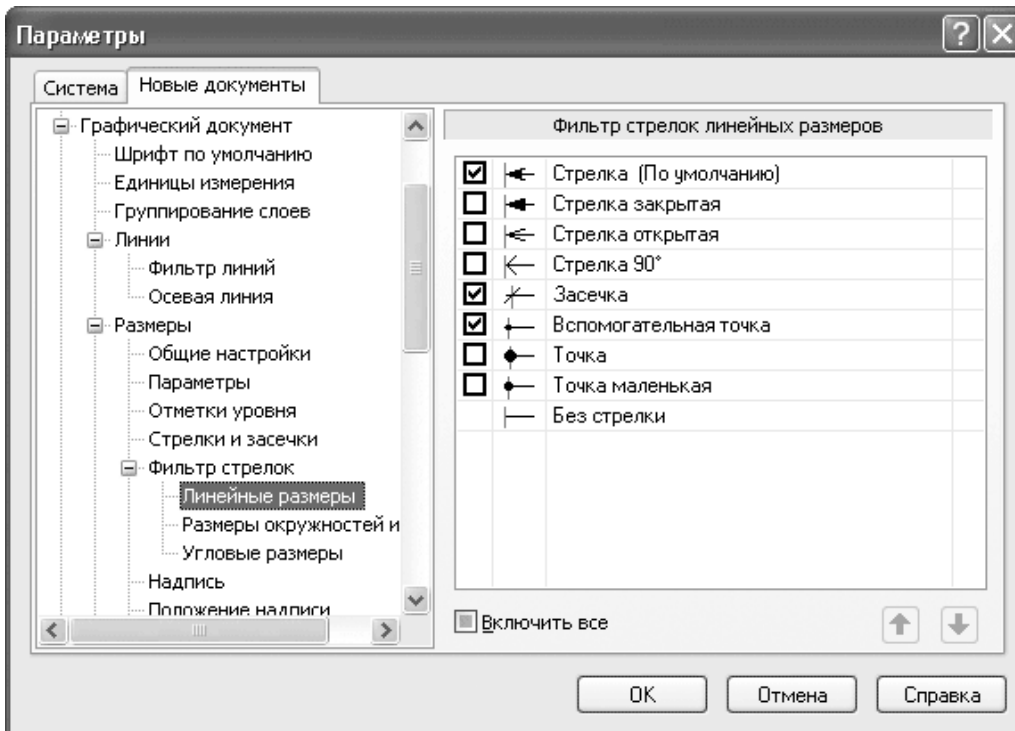

Рис. 1.65. Фильтр стрелок
- **Размеры** – большая группа настроек, управляющая отрисовкой стрелок, размерных надписей, размерами, допусками, предельными значениями и пр. В этой группе настроек, аналогично стилям линий, можно настроить фильтр стрелок для линейных размеров, размеров окружностей и дуг и угловых размеров (рис. 1.65). Он содержит набор стрелок различных типов (собственно стрелки, засечки, вспомогательные точки), который будет доступен при проставлении размеров в графическом документе;